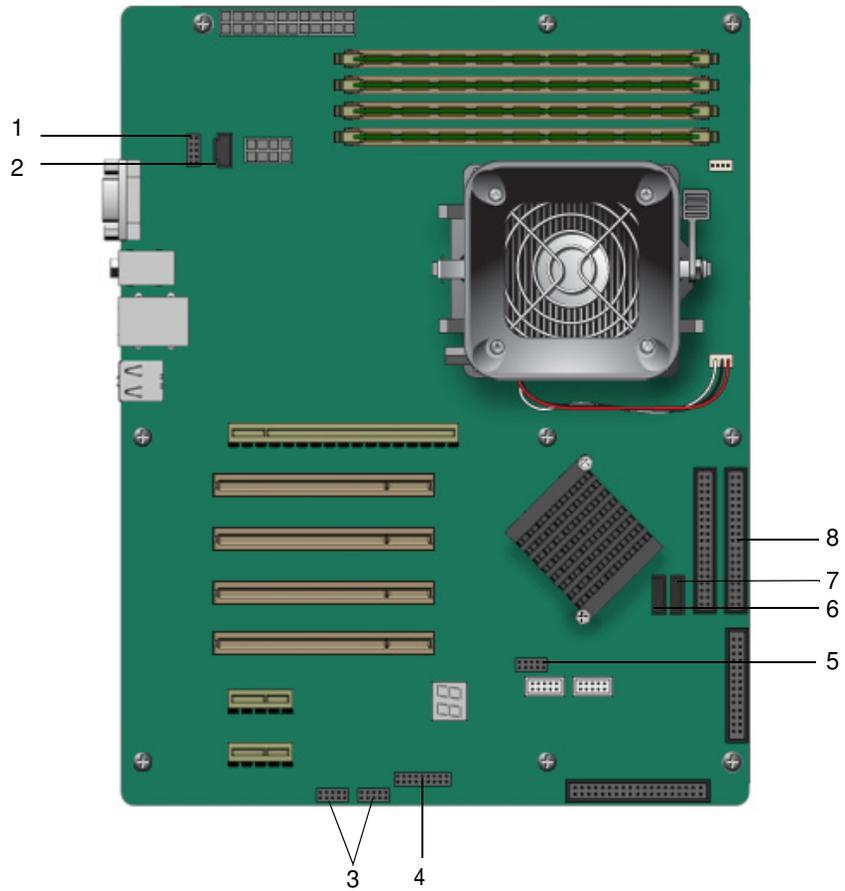
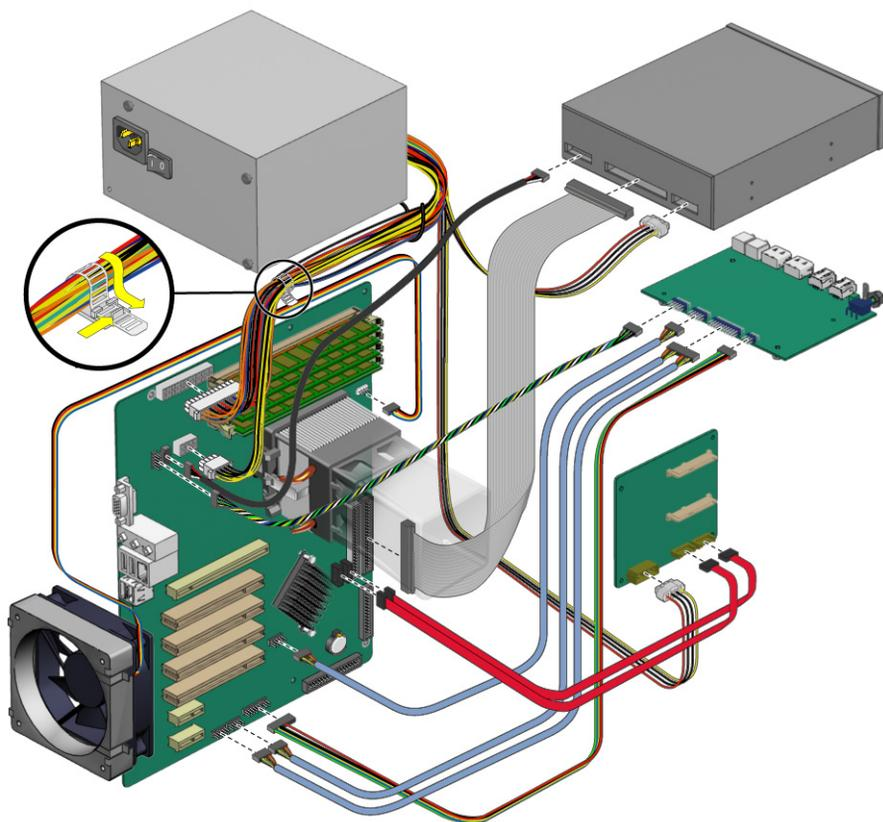

РИС. 4-33 Расположение кабельных соединений на материнской плате
РИС. 4-34 Схема кабельных соединений
Расположение разъема Fan 1 указано на РИС. 4-34 и в сервисной наклейке на крышке системного блока.
Расположение соединений платы ввода-вывода см. на РИС. 4-33 и РИС. 4-34 и в сервисной наклейке на крышке корпуса.
Следующие кабели имеют разъёмы на каждом конце и могут быть отключены или установлены пользователем. Остальные кабели постоянно подключены к компоненту системы с одного конца, и их следует извлекать или заменять вместе с компонентом. Расположение разъёмов см. на РИС. 4-33.
4. **Замените все кабели, требующие замены (см. РИС. 4-34).**